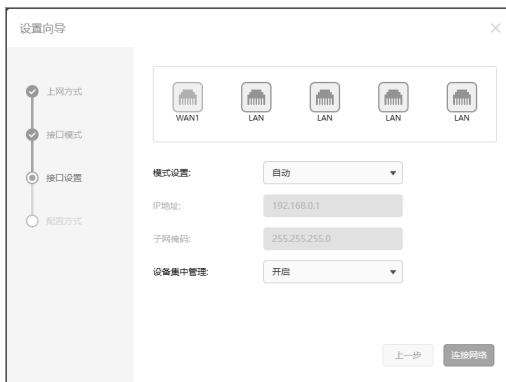

图4-4 接口设置
6. 进入接口设置,如图4-4所示,根据实际需求进行设置后,单击“下一步”。